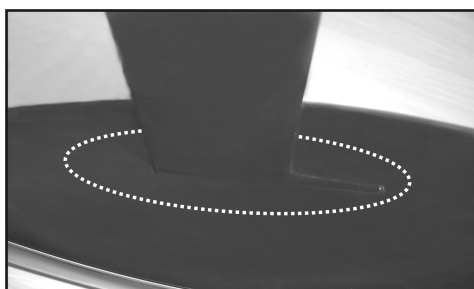

Bild 2b
- Montieren Sie den Kiel samt montiertem Ballast von unten am Bootsrumpf wie in Bild 2b gezeigt.
Um den Bootsrumpf abzudichten, muss der Bereich am Bootsrumpf, in dem der Kiel eingesteckt ist, mit Silikondichtmasse abgedichtet werden (Bild 2b, gestrichelte Linie).